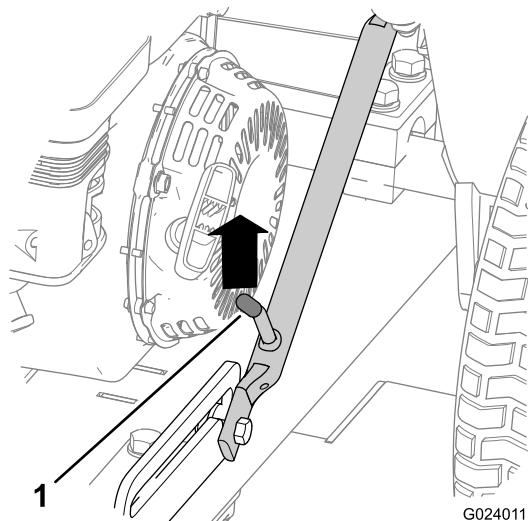

Bild 18
1. Drücken Sie die Anbauvorrichtung nach oben, bis der Sperrhebel aus der Gleitarretierung entriegelt ist (Bild 18).
5. Heben Sie die Anhängervorrichtung (Bild 23) an, bis der Sperrhebel in der seitlichen Arretierung einrastet (Bild 18).